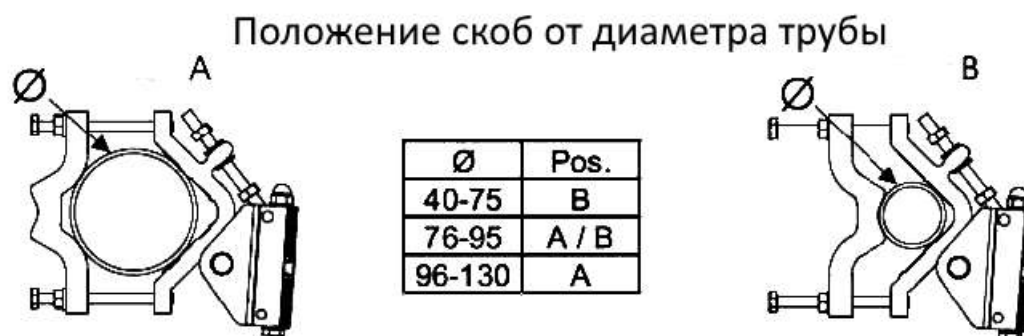

Рис. 5.3
- В механизме наведения выберите нужное положение скобы крепления наводящего механизма в соответствии с диаметром опоры (рис. 5.3).
- Приверните механизм подвеса к опоре, предварительно освободив скобу крепления, а затем вновь прикрепив ее к наводящему механизму. Положение боковой скобы выбирайте согласно диаметру трубы (рис. 5.3). Винты крепления наводящего механизма к опоре следует затянуть с небольшим усилием, которое позволило бы усилием рук вращать механизм вокруг опоры.